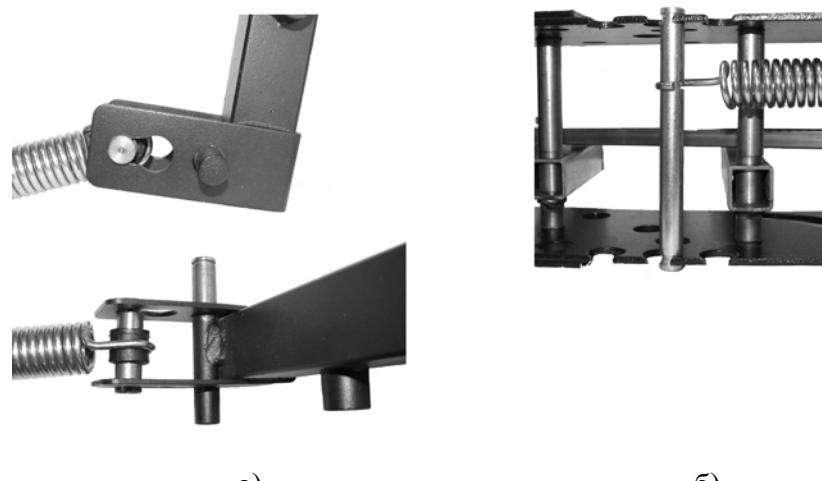

Рис. 7
5. Установка пружин на механизмы. (Рис. 7, а, б)
Расположение деталей при установке пружин на механизмы приведено на рисунках. Узел малой оси пружины – рис. 7, а, узел большой оси пружины – рис. 7, б.